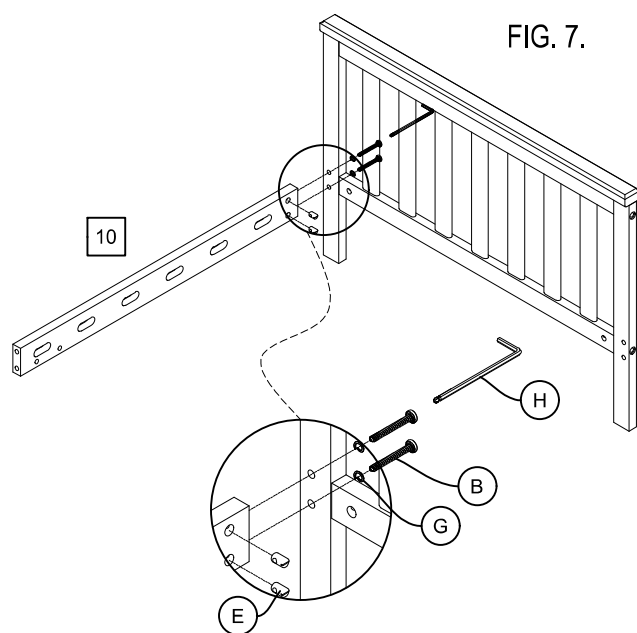

FIG. 7.
- Attacher Barre latérale droit (10) à la pied de lit assemblée à l'aide le Boulon Allen (B), Rondelle élastique (G) et Écrou de canon (E) comme indiqué sur la FIG.7. Serrez tous les boulons à l'aide de la Clé Allen (H). Utiliser le tournevis à tête plate (non inclus) pour maintenir l'écrou de canon dans l'alignement adéquat.